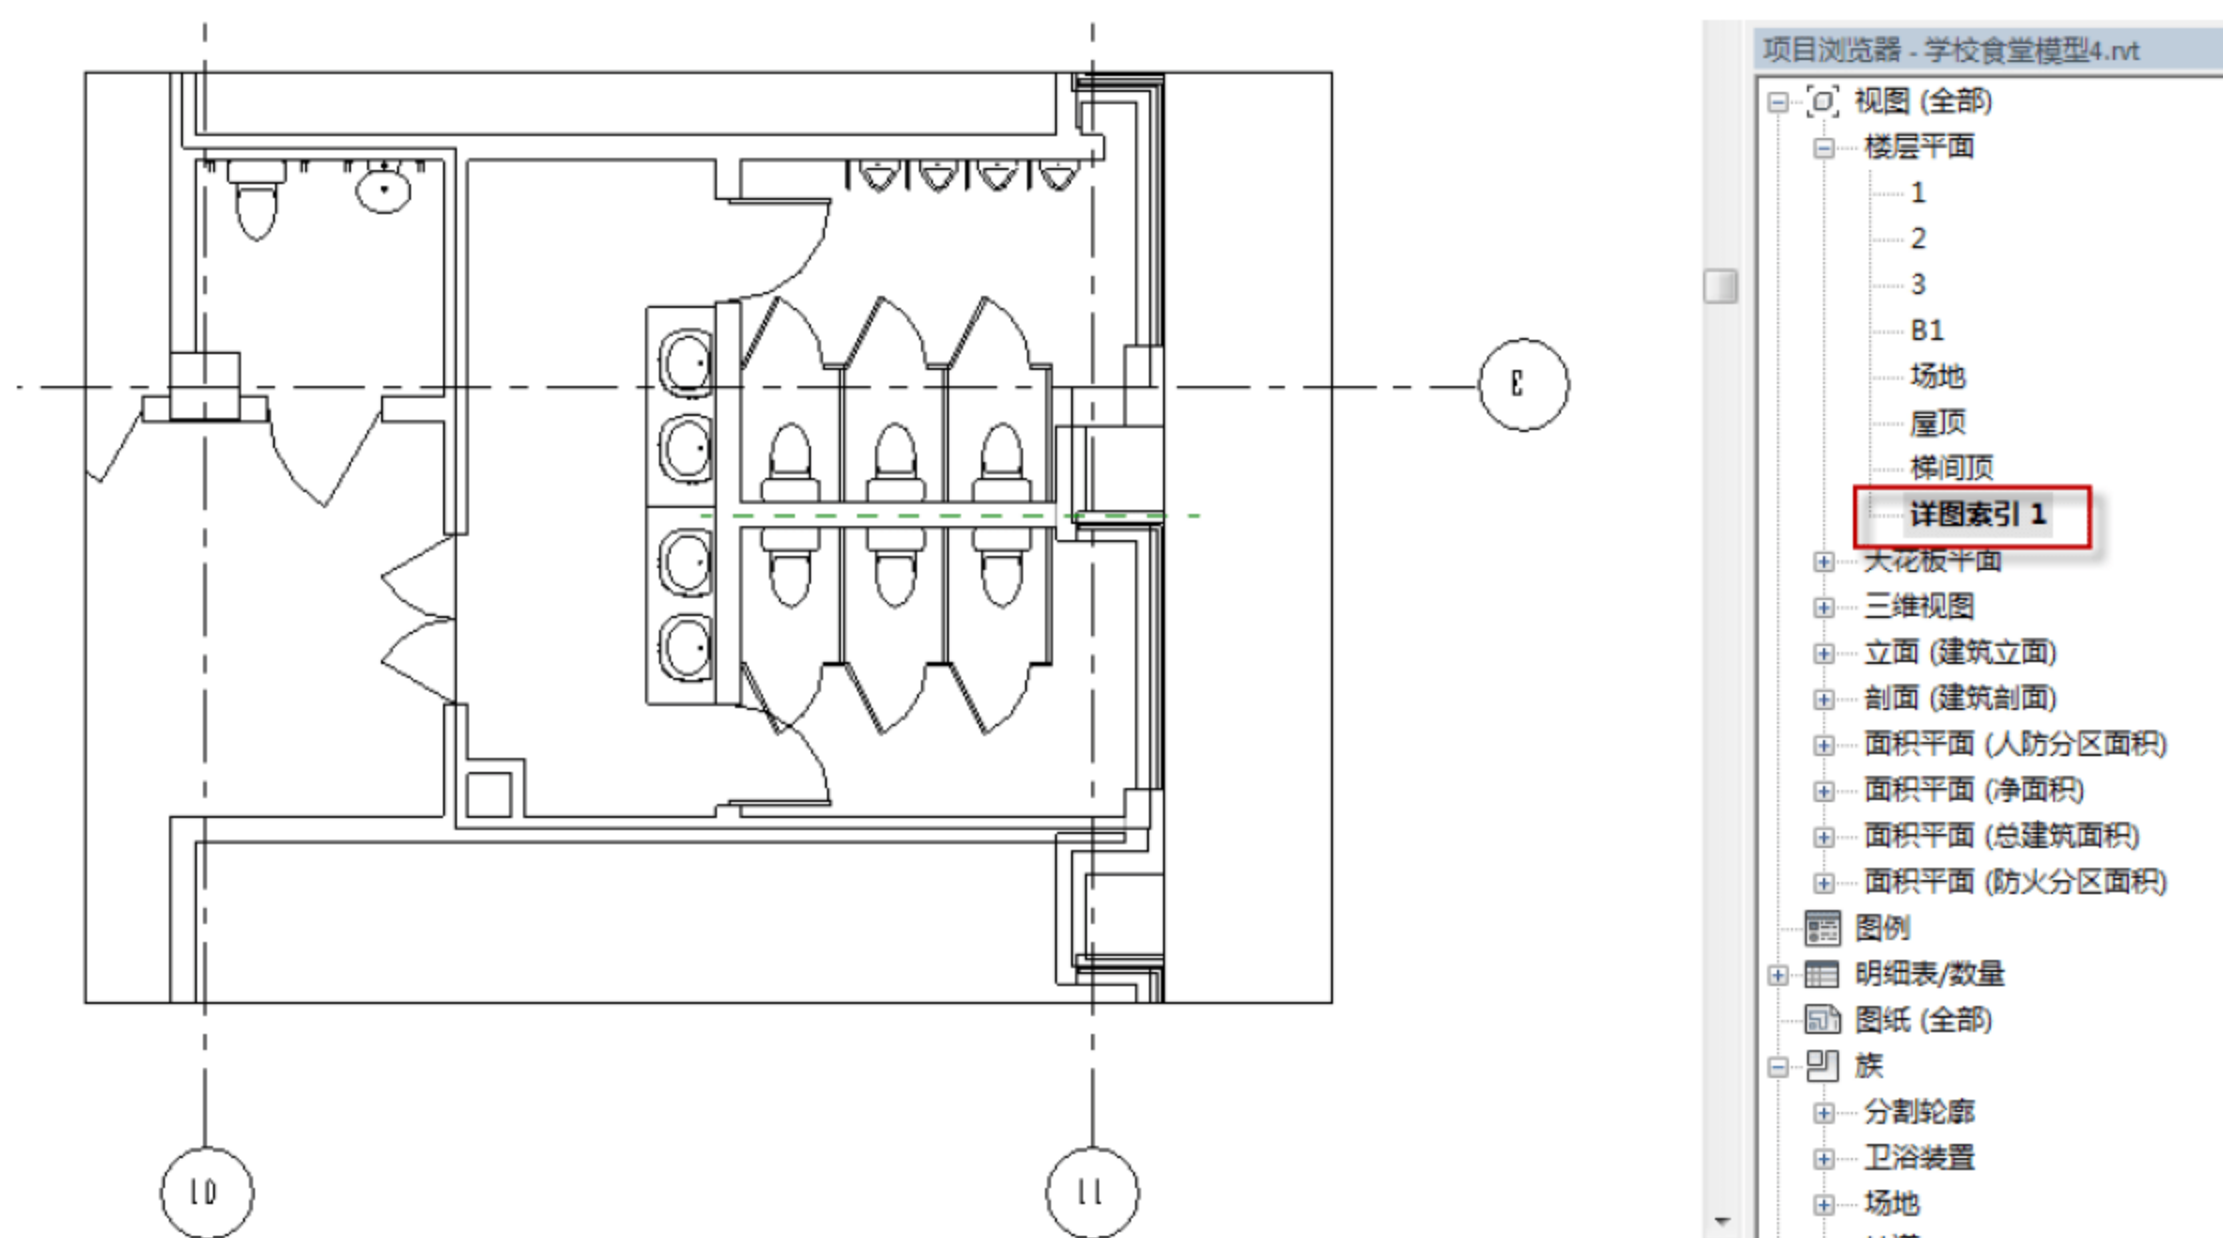

图 13.1.28 进入大样图
(2) 进入卫生间大样图。在“项目浏览器”面板中，选择“楼层平面”→“详图索引 1”选项，进入卫生间放大平面图，如图 13.1.28 所示。